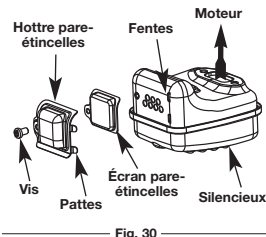

Fig. 30
2. Situez le pot d'échappement sans le retirer. Trouvez le vis sur la partie inférieure du pot d'échappement (Fig. 30). Retirez le vis en vous servant soit d'un tournevis torx #20 ou d'un tournevis plat.